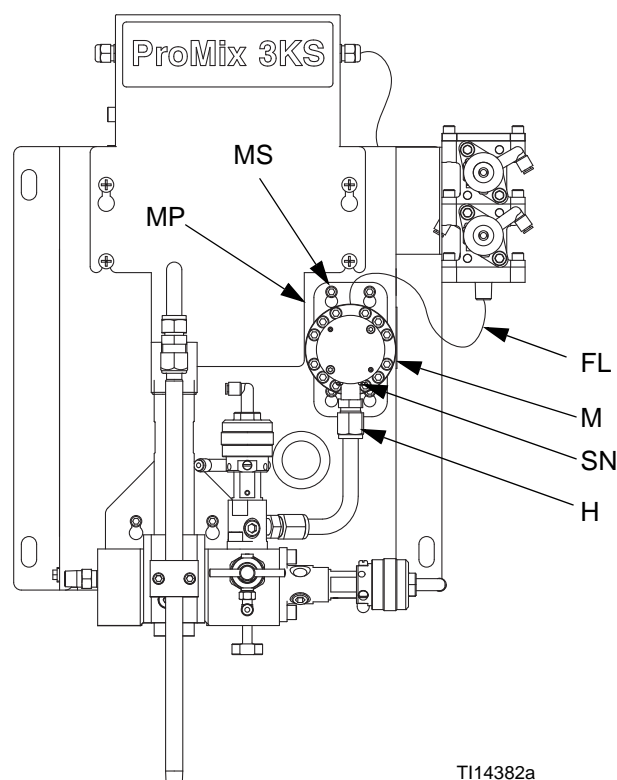

FIG. 17. Flussometri G3000/G3000HR
2. Svitare il connettore del cavo dal sensore del misuratore (SN). FIG. 17.
3. Svitare le quattro viti 1/4-20 (MS) sostenendo la piastra di montaggio (MP) del misuratore. FIG. 17.
4. Svitare la linea del fluido (FL) dall'ingresso del misuratore.
5. Svitare il misuratore (M) dal connettore della valvola di dosaggio (H). FIG. 17.